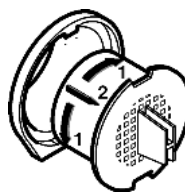

Fig. 24
- ▶ Tourner le filtre à charbon actif de 90° vers la droite ou vers la gauche Fig. 24 (1).
- ▶ Retirer Fig. 24 (2) le filtre à charbon actif.
- ▶ Tourner le nouveau filtre à charbon actif de 90° vers la droite ou vers la gauche Fig. 24 (1), jusqu'à ce qu'il encliquette.